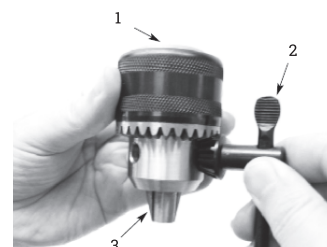

Рис. 7. Чистка конуса патрона и зажим лепестков патрона
Убедиться в чистоте и сухости конуса шпинделя и патрона (1) (рис. 7). Вставить ключ (2) в патрон (1) и поворачивать его против часовой стрелки до тех пор, пока его кулачки (3) полностью не закроются.